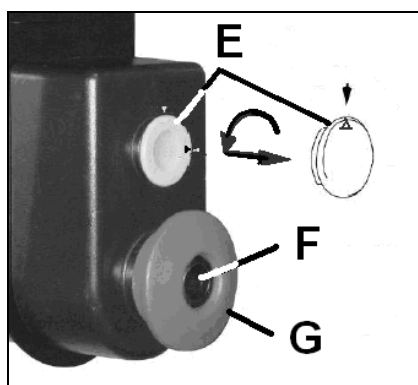

Рис. 3
Станок включается посредством нажатия зеленого включателя (F, рис.3): С помощью красного выключателя (G) производится остановка станка.
Если желтый ключевой магнит (E, рис.3) находится на удалении от станка, то он не запустится.